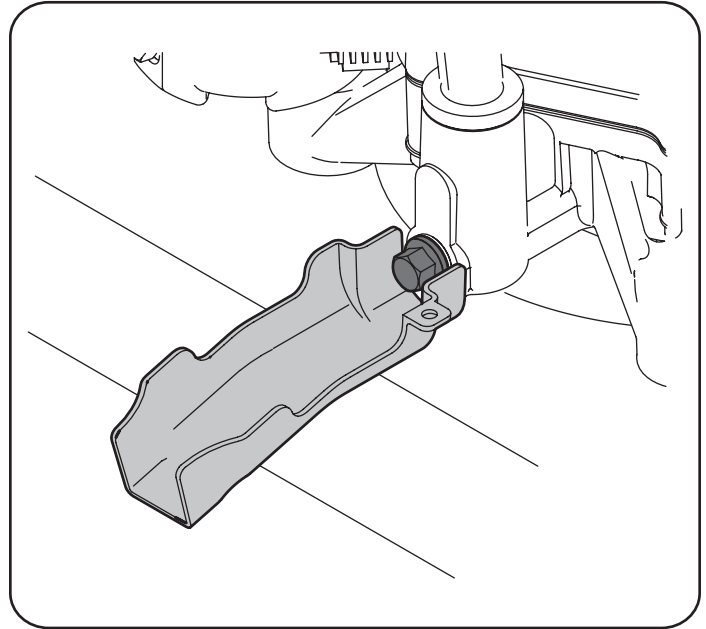

Figura 21
- Coloque el extremo pequeño de la manga de drenado en el cárter de aceite. Consulte la Figura 21.